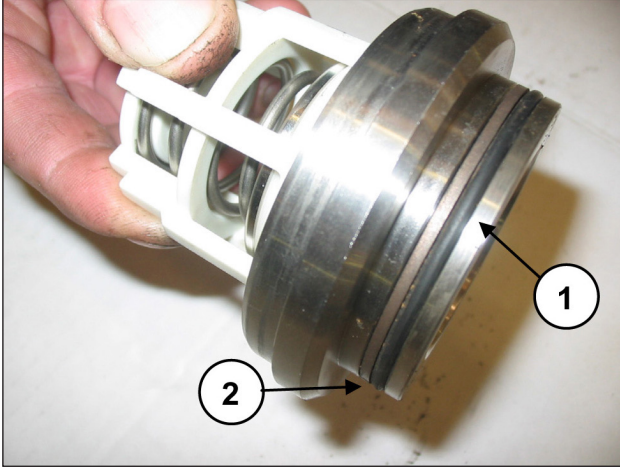

Fig. 117
Monter le joint torique, rep. vue éclatée 6 (rep. ①, Fig. 117) et la bague anti-extrusion, rep. vue éclatée 16 (rep. ②, Fig. 117) sur le siège de la soupape de refoulement.